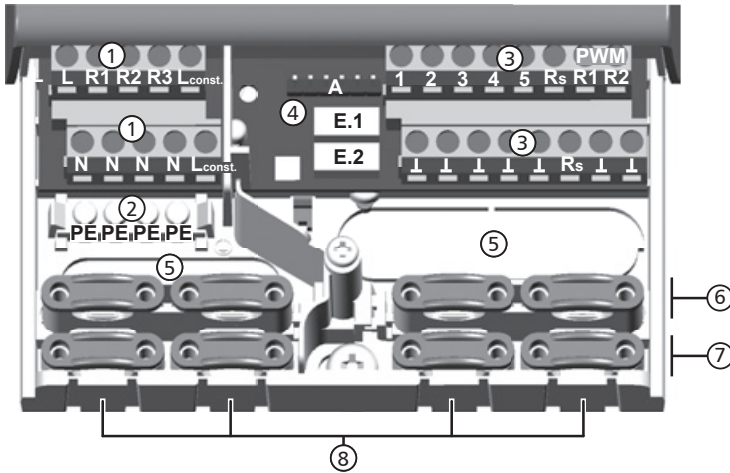

Fig. 3 : Bornes de raccordement dans la partie inférieure du régulateur (cache-bornes retiré)
1. Dégagez les orifices de raccordement ⑤ (fig. 3) à l'aide d'un outil adapté.
1. Découpez et dégagez les orifices de raccordement *nécessaires* ⑥ (fig. 3) à gauche et à droite à l'aide d'un couteau adapté.